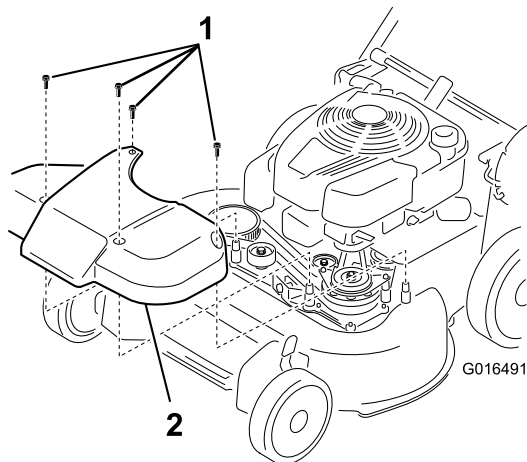

Figure 36
1. Déposez le couvercle du système d'entraînement des lames (Figure 36).